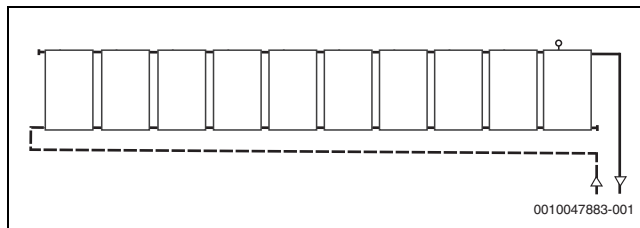

Bild 12 Wechselseitiger Anschluss (1 Reihe)
- Kollektorfeld wechselseitig anschließen (→ Bild 12).